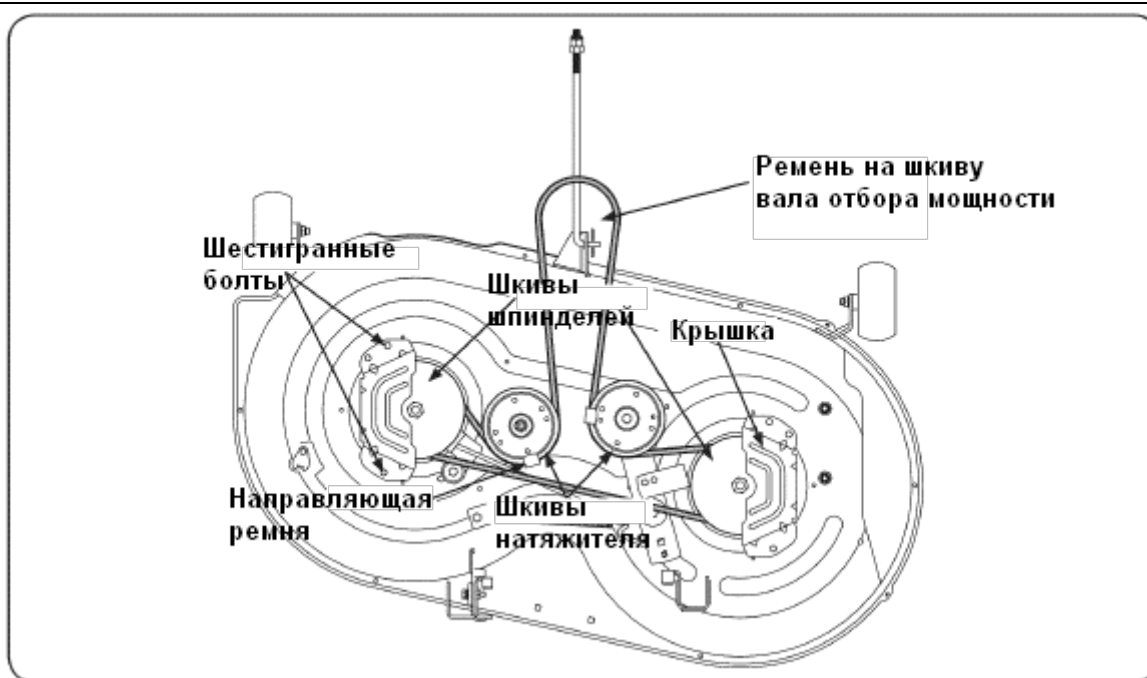

Рис. 23
2. Снимите крышку ремня со шкива шпинделя, выкрутив болты с шестигранной головкой, которые крепят ее к деке. См. Рис. 23.
4. Осторожно снимите ремень с двух шкивов шпинделей и двух натяжных шкивов деки, См. Рис. 23.
5. Расположите новый ремень на двух внешних шкивах шпинделей, как показано на Рис. 23.
9. Переустановите деку, убедившись в том, что ремень сохраняет свое положение по всем шкивам, как показано на Рис. 23